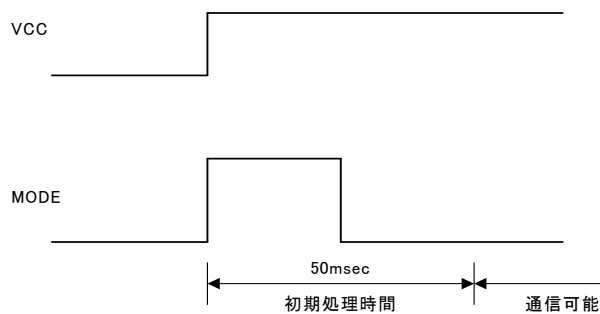

図 5 電源投入時の初期化タイミング
- 2) UART インタフェース通信の受信および無線通信の受信については、電源投入の約 50msec 後のタイミングで可能になります。このとき MODE 信号は LOW 出力されます(図 5)。